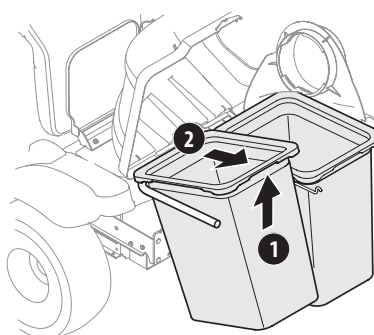

Figure 26
3. Pour retirer les sacs à herbe, soulevez chaque sac (1), voir Figure 26, et retirez-le du support (2).